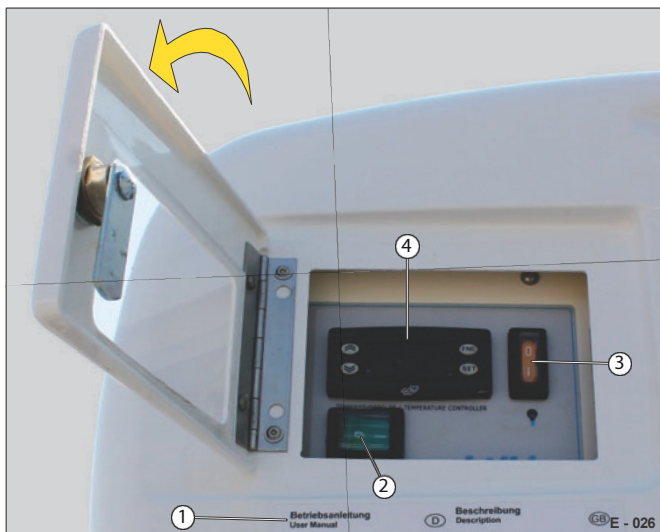

Fig. 26 Betjening av kjøleaggregatet
- Slå på den grønne hovedbryteren (fig. 26/2). Et grønt lys tennes.
- Still inn romtemperaturen hvis det er nødvendig. Følg hurtigveiledningen (fig. 26/1) på kjøleaggregatet.
- Slå eventuelt på lyset i overbygget ved hjelp av den oransje bryteren (fig. 26/3).